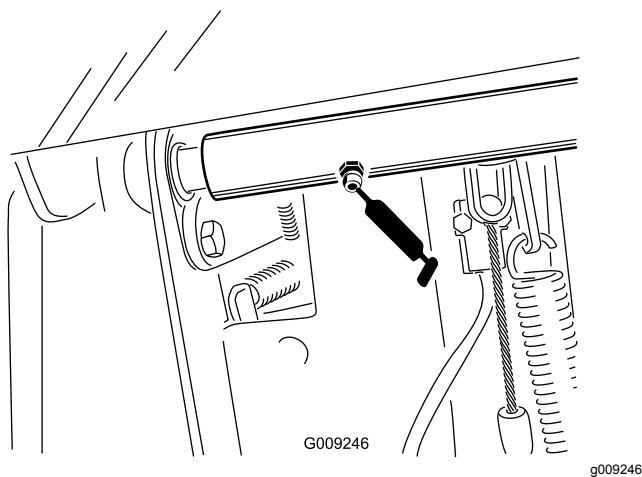

Figura 59
- Dois rolamentos do eixo da articulação do pedal do travão (Figura 59)